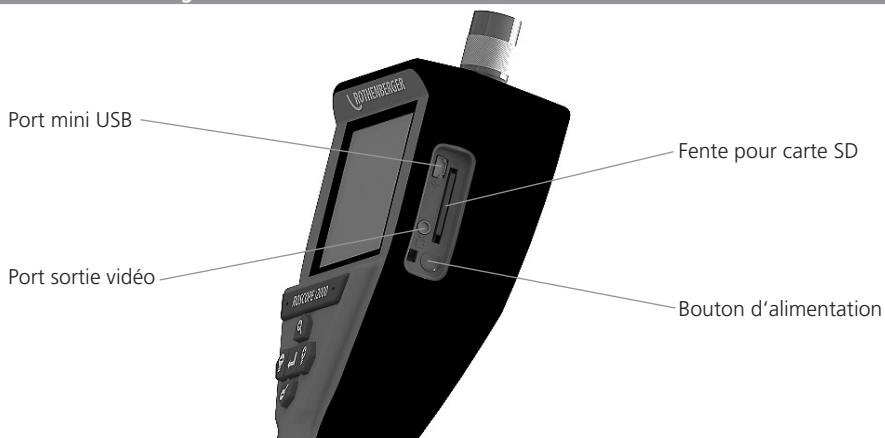

Figure 14 - Connexion USB pour le transfert
1. Utilisez le câble mini USB pour connecter l'appareil portable ROTHENBERGER à l'ordinateur (Figure 14).